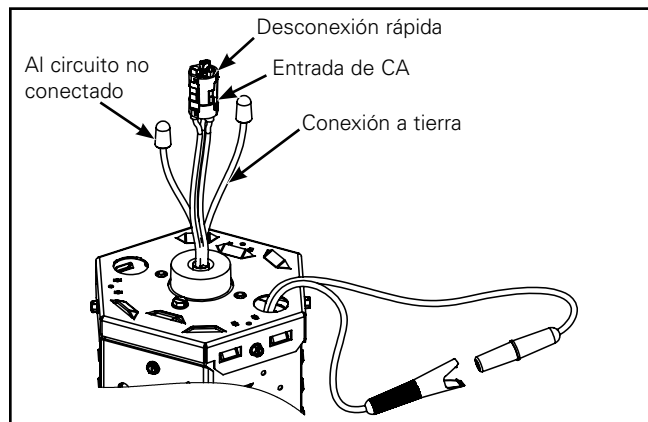

Figura 2.
3. Conecte el cable de entrada de CA al accesorio, incluido el circuito no conectado para el paquete de baterías. Conecte según el código. (Figura 2).